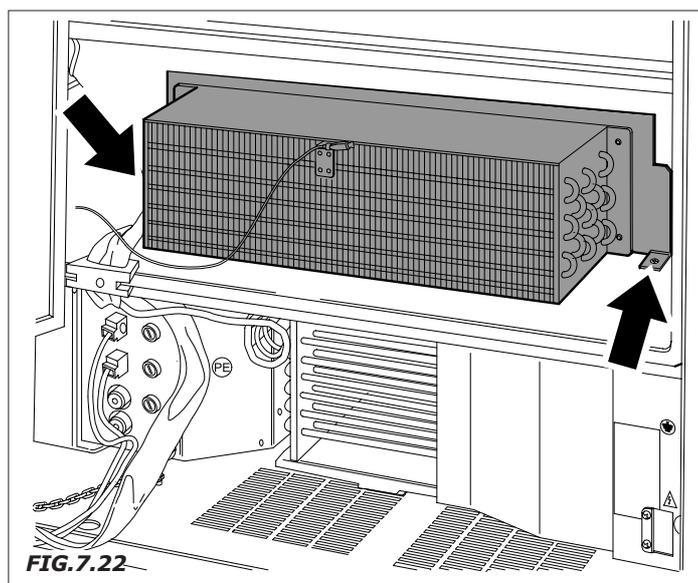

FIG. 7.22
- Extraer los dos tornillos de fijación del evaporador y cortar las abrazaderas de fijación de la sonda electrónica (Fig.7.22).